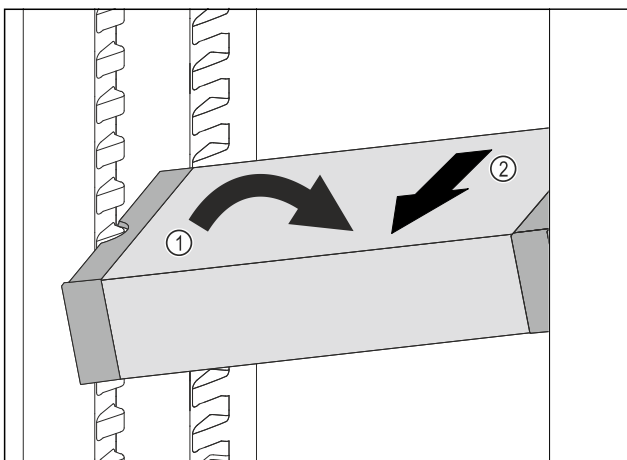

Fig. 129
- ▶ VarioSafe im Kühlteil schräg stellen. Fig. 129 (1)
- ▶ VarioSafe nach vorne entnehmen. Fig. 129 (2)